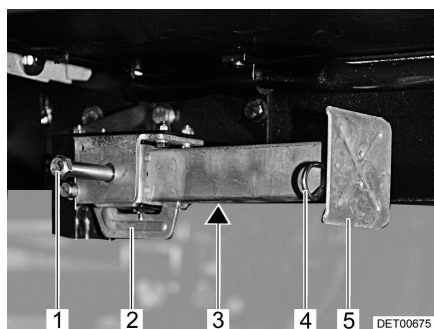

Fig. 14 Piedino di stazionamento
- Inserire la chiave a tubo nell'esagonale (Fig. 14,1) e ruotare fino a quando il piedino di stazionamento non si trova in posizione verticale verso il basso.
- Se la lunghezza del piedino di stazionamento è regolabile, sfilare la copiglia (Fig. 14,4) dal piede del prolungamento (Fig. 14,5).
- Inserire la chiave a tubo nell'esagonale (Fig. 14,1) e ruotare fino a quando il piedino di stazionamento non si stacca dal terreno.
- Spingere completamente all'interno il prolungamento dell'estremità del piedino (Fig. 14,5) e inserire la copiglia (Fig. 14,4) nel foro apposito.
- Girare sull'esagonale (Fig. 14,1), finché il piedino di stazionamento è orientato verso l'alto e la guida (Fig. 14,2) si trova proprio alla fine della scanalatura (Fig. 14,3).